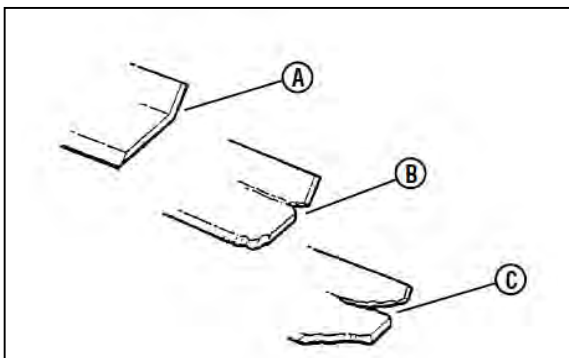

図 8-11 ブレードの使用限界
1. ブレードが過度にすり減っていたり、傷ついたりしていないか時々点検し、傷ついたブレードは新しいブレードと交換します。(図 8-11)